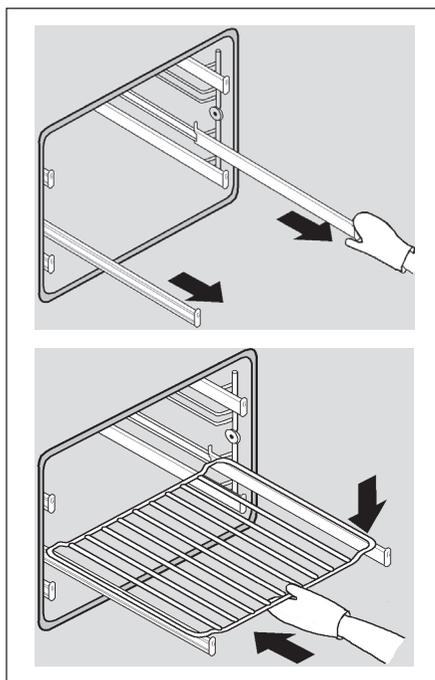

Рис. 19
- Установите на вытянутые направляющие решетку, противень или жировой поддон и задвиньте их до упора в духовой шкаф (Рис. 19).